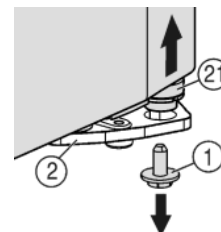
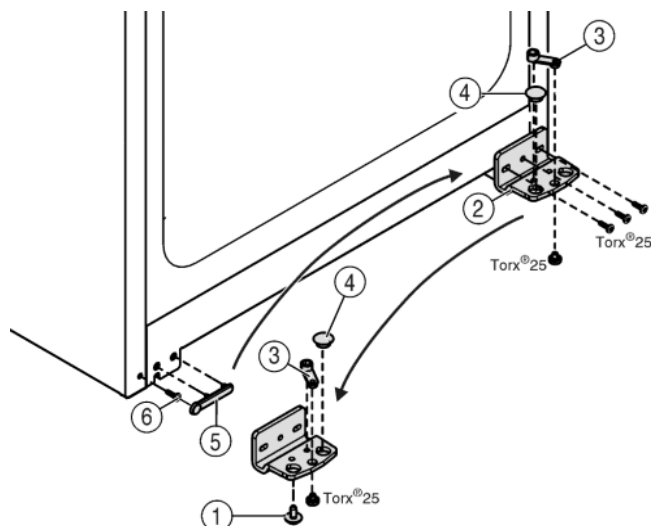

Fig. 4
Fig. 5
- ▶ Vpravo dole na stojanu ložiska vyšroubujte pojistný šroub *Fig. 4 (1)*.
- ▷ Ložiskový čep *Fig. 4 (21)* se uvolní ze stojanu ložiska *Fig. 5 (2)*.
- ▶ Pokud se ložiskový čep *Fig. 4 (21)* neuvolní, vytlačte čep zdola.
- ▶ Našroubujte stojan ložiska Fig. 5 (2).
- ▶ Našroubujte ložiskový díl Fig. 5 (3) a přemístěte do protilehlého upínacího otvoru stojanu ložiska, opět přišroubujte.
- ▶ Vyjměte ze stojanu ložiska zátku Fig. 5 (4) a nasadte do protilehlého upínacího otvoru stojanu ložiska.
- ▶ Opatrně zvedněte kryt Fig. 5 (5) na straně madla.
- ▶ Vyšroubujte šroub Fig. 5 (6) a na protější straně ho opět nasadte.
- ▶ Kryt Fig. 5 (5) opět nasadte.
- ▶ Přišroubujte opět stojan ložiska Fig. 5 (2) na novou stranu závěsu (**silou 4 Nm**), příp. pomocí akumulátorového šroubováku.
- ▶ Zašroubujte a dotáhněte pojistný šroub Fig. 4 (1) dole do ložiskového čepu (**silou 4 Nm**).